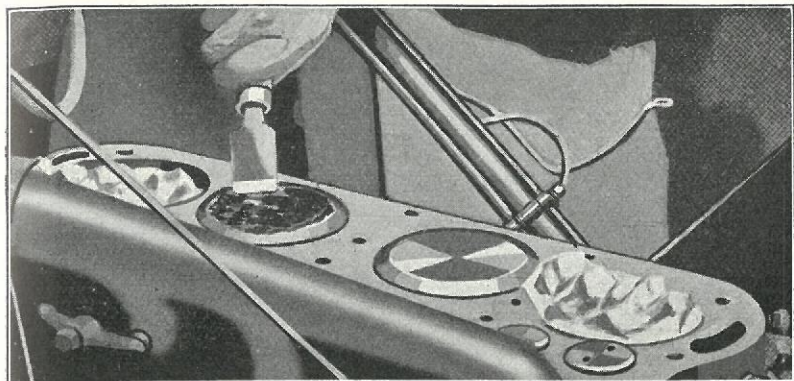

Fig. 219
- 367** Drej Motoren rundt ved Startsvinget til Stempel Nr. 2 og 3 kommer i Topstilling, og Indsugnings-og Udstødningsventilerne for disse Cylinder lukker. Anbring Klude i Cylinderne 1 og 4 og skrab Kul fra Fladen af Cylinderblokken, Toppen af Stemplerne og Ventilerne. (En flad Skraber, eller en lille Spartel kan bruges hertil) (Fig. 219). Blæs alt løst Sod væk med Trykluft. (Hvis Ventilerne skal slibes, gøres dette hurtigst ved først at fjerne Soden ved Hjælp af Pudsemaskine). Hvis Soden er fjernet fra Stemplerne Nr. 2 og 3, drejes Motoren rundt indtil Nr. 1 og Nr. 4 Stempler er i Top, og Klude anbringes i Cylinder Nr. 2 og 3, og Sodrensningsoperationen gentages, indtil alle Stemplerne og Ventilerne er rene. Med Enden af en lille Skrue-